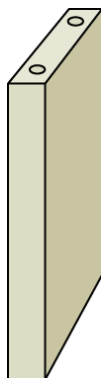

Рис. 5.88. Отверстия во второй детали
3. Снимите тонкий пластик и зажмите деталь толщиной 1/4" (6,4 мм) в тисках, а затем просверлите отверстия под саморезы в каждой намеченной точке, строго по центру толщины пластика (рис. 5.88). Поскольку АБС-пластик не сжимается,